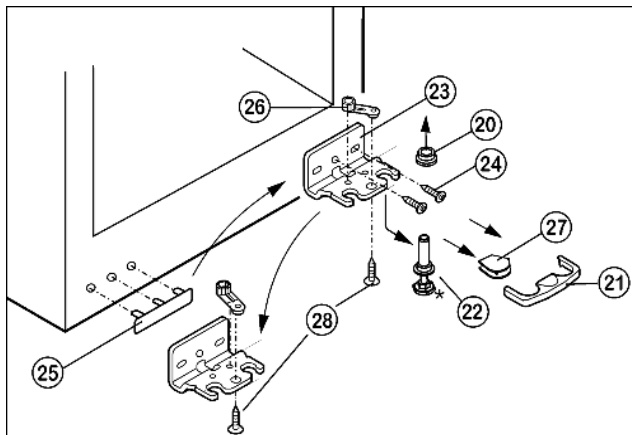

Fig. 5
- ▶ Предохранитель Fig. 5 (21) снимите движением вперед.
- ▶ Снимите крышку Fig. 5 (27).*
- ▶ Вытяните опорный палец Fig. 5 (22) вниз и вперед. При этом следите за гнездом шарнира Fig. 5 (20).
- ▶ Открутите опорный кронштейн Fig. 5 (23)(2 шт. Torx 25) Fig. 5 (24).
- ▶ Открутите опорную деталь Fig. 5 (26)(1 Torx 25) Fig. 5 (28) и, переставив в отверстие на противоположной стороне опорного кронштейна, снова прикрутите.
- ▶ Осторожно приподнимите и переставьте крышку Fig. 5 (25) со стороны ручки.
- ▶ Снова прикрутите опорный кронштейн Fig. 5 (23) на новой стороне шарнира, при необходимости с помощью аккумуляторного шуруповерта через внешний продольный паз и круглое отверстие.
- ▶ Установите крышку Fig. 5 (27) на противоположной стороне.*
- ▶ Предохранитель (21) нужно зафиксировать сбоку на кронштейне, чтобы опорный палец и двери были защищены от выпадения.
- ▶ Снова защелкните предохранитель (21) на опорном кронштейне.
- ▶ Наденьте гнездо шарнира Fig. 5 (20).
- ▶ Установите дверцу сверху на нижний опорный палец Fig. 5 (22).
- ▶ Переставьте средний винт на нижнем опорном кронштейне *Fig. 5 (23)* в свободный продольный паз.
- ▶ При необходимости выровняйте дверцы через два продольных паза в нижнем опорном кронштейне *Fig. 5 (23)* параллельно корпусу устройства.